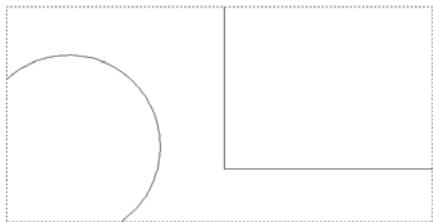

图 5.62 延伸弧线另一边
(4) 选择圆弧一边生成图形如图 5.61 所示。单击另一边, 生成图形如图 5.62 所示。